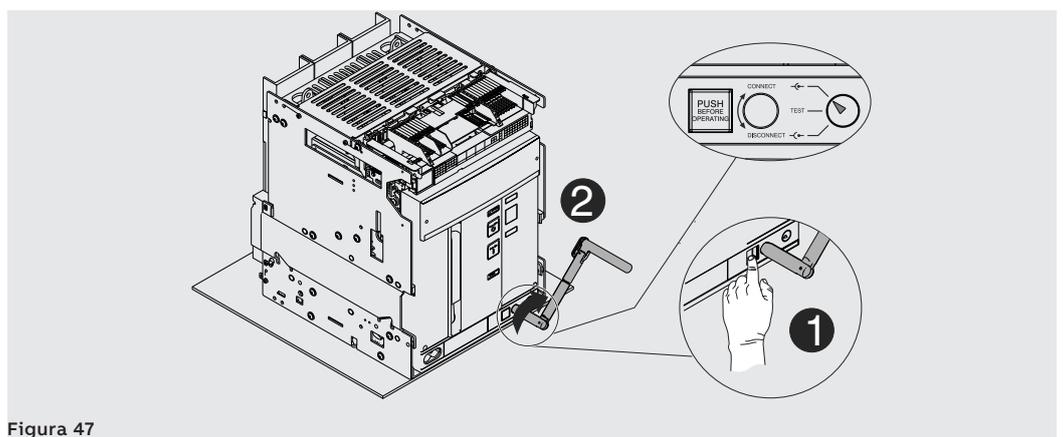

Figura 47
11. Premere il pulsante di blocco e ruotare la manovella in senso orario sino a quando il pulsante fuoriesce ed il segnalatore indica che l'interruttore è in posizione **CONNECT**. Vedi Figura 47.